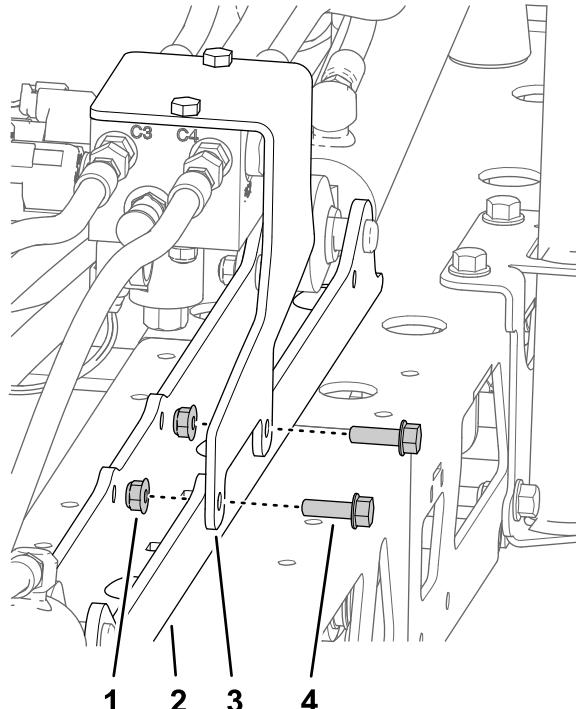

**Bild 49**
1. Entfernen Sie das Trägermaterial vom Geschwindigkeitsaufkleber (Bild 49).
2. Flüchten Sie den Aufkleber mit dem Geschwindigkeitsschild aus, wie in Bild 49 abgebildet.